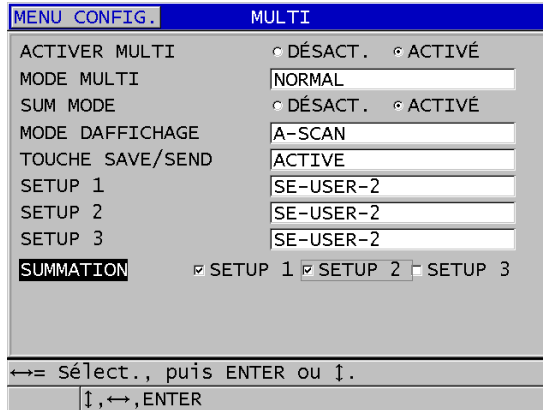

Figure 7-7 Réglage des paramètres de mesure multiples en mode normal
5. Dans l'écran **MULTI**, faites ce qui suit (voir la Figure 7-7 à la page 119) :